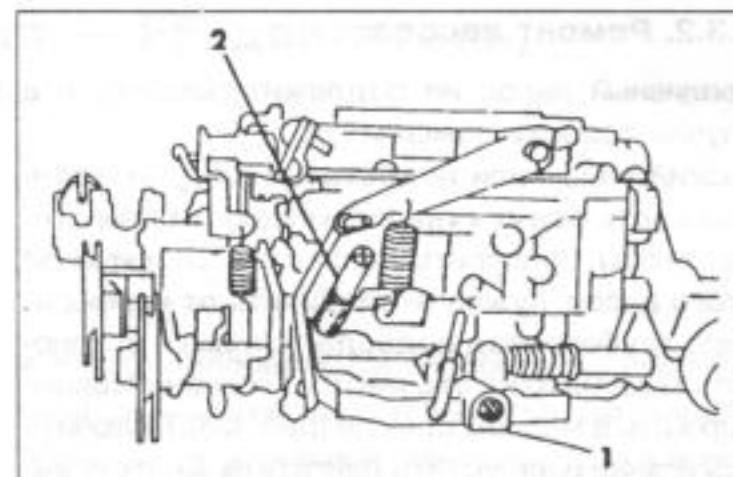

Рис. 136.
- Удалить пломбированную заглушку на стороне корпуса дроссельной заслонки с помощью винта регулирования состава горючей смеси при холостом ходе, винт полностью вывинтить с соответствующим усилием и в этом положении сделать 3 оборота внутрь. Положение винта показано на рис. 136.
- Болт (2) на рис. 136 регулировать, пока двигатель не будет давать при установленной ступенчатой коробке передач 800 об/мин, при встроенной автоматической коробке передач — 950±50 об/мин у 1,6-литрового двигателя или 900±50 об/мин — у 2,0-литрового двигателя.
- Если содержание СО не находится внутри 2,0%±0,5%, то винт регулирования состава горючей смеси (1) на рис. 136 переставлять шаг за шагом до тех пор, пока не будет получено нужное показание.